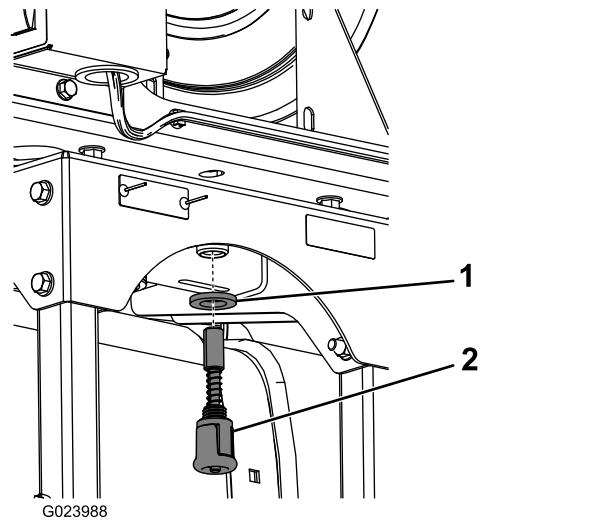

Figura 8
8. Installate la rondella grande e il perno a molla dalla parte inferiore del telaio dell'avvolgitubo (Figura 8).